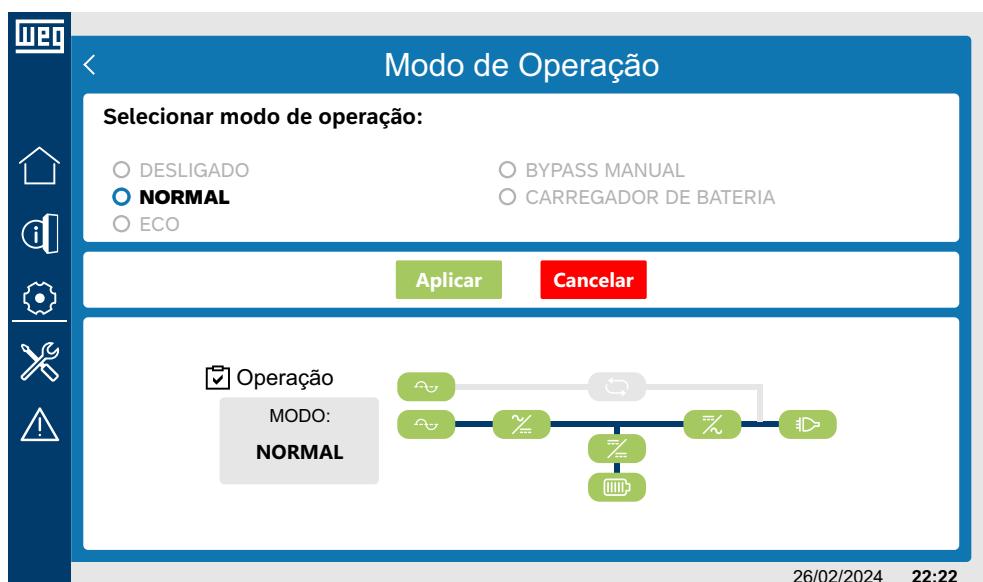

Figura 6.27: Sinóptico no modo de operação normal com bateria conectada
- Modo normal com bateria conectada: Figura 6.27 na página 6-21.